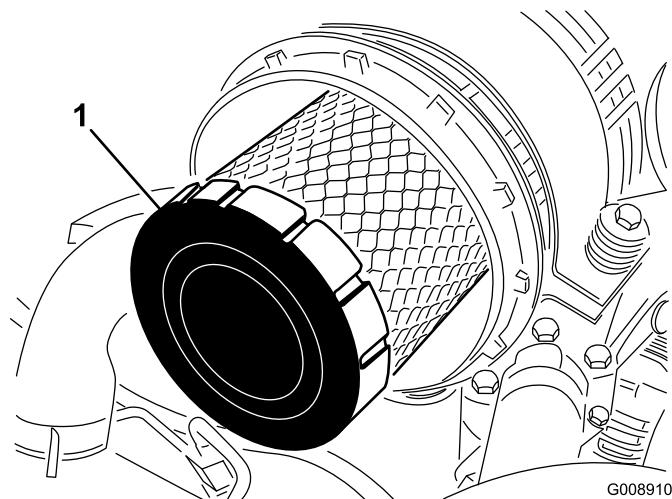

Bild 57
4. Entfernen und wechseln Sie den Hauptfilter aus (Bild 57).